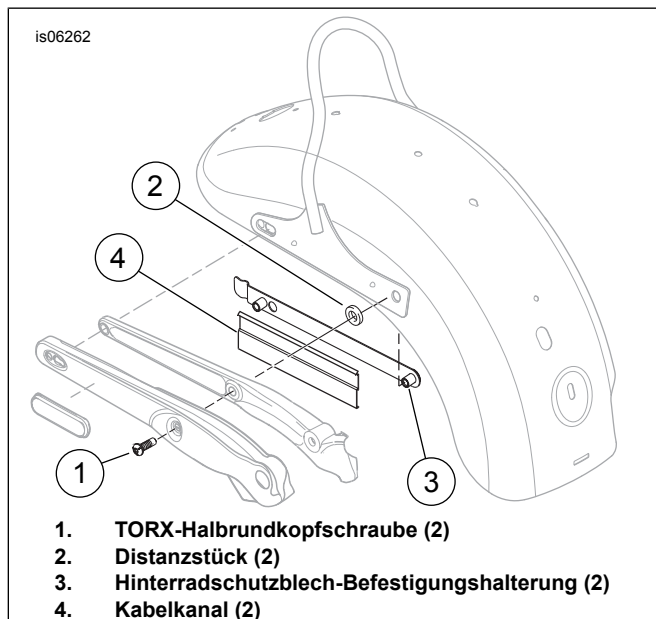

Abbildung 6. Hinterradschutzblech (FXDWG)
1. Siehe Abbildung 6. **Auf einer Seite des Fahrzeugs** die TORX®-Schraube (1) entfernen und entsorgen, mit der das Distanzstück (2) der Schutzblechstützenabdeckung, der Soziusbügel, das Hinterradschutzblech und die Befestigungshalterung (3) an der Schutzblechstütze befestigt sind. Die lange Schraube entfernen, die vorher lose eingesetzt wurde, um die Hinterseite des Schutzblechs in Einbaustellung zu halten. Die Lage und Ausrichtung des Kunststoff-Kabelkanals (4) auf der Halterung notieren. Den Kanal vorsichtig von der Halterung entfernen.
1. Siehe Abbildung 6. Die Verkabelung auf beiden Seiten des Fahrzeugs hinter den Kabelkanälen (4) vorwärts und durch die Kabelöffnung im Schutzblech zum BSB-Modul im Bereich unter dem Sitz verlegen.